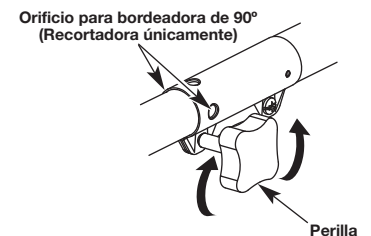

Fig. 3
1. Apriete el botón girándolo hacia la derecha (Fig. 3).
3. Apriete el botón girándolo hacia la derecha (Fig. 3).
De bordes decorativos con el accesorio trimmer, bloquear el botón de liberación en uno de los 90 hoyos ° (Fig. 3).
1. Para aflojarlo, gire el botón en el sentido opuesto al de las manecillas del reloj (Fig. 3).